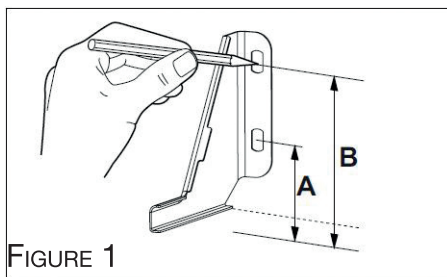

FIGURE 1
1. Sur le mur contre lequel la cuisinière sera installée, percez un trou à 6 cm du sol (voir A figure 1).
2. Percez ensuite un deuxième trou à 10,3 cm du sol (voir B figure 1).